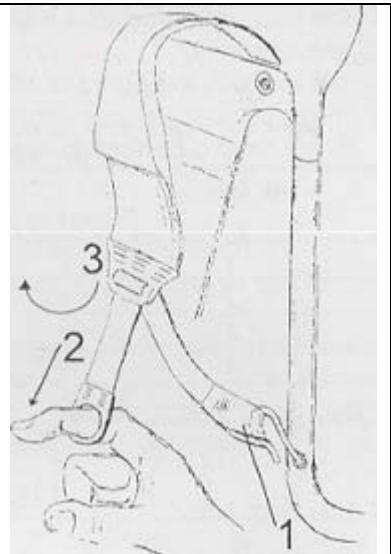

Рисунок 5. Ремни.
- Прикрепите ремни к раме, используя фабричные крепления (рисунок 5, номер 1), но не при помощи пластиковых колец.
- Ослабьте ремни, приподняв пластиковую пряжку вверх (рисунок 5, направление 3).
- Зафиксируйте ремни, потянув за пластиковое кольцо (рисунок 5, направление 2).
В случае возникновения непредвиденной опасности вы можете быстро сбросить распылитель, ослабив ремни (рисунок 5, направление 3).